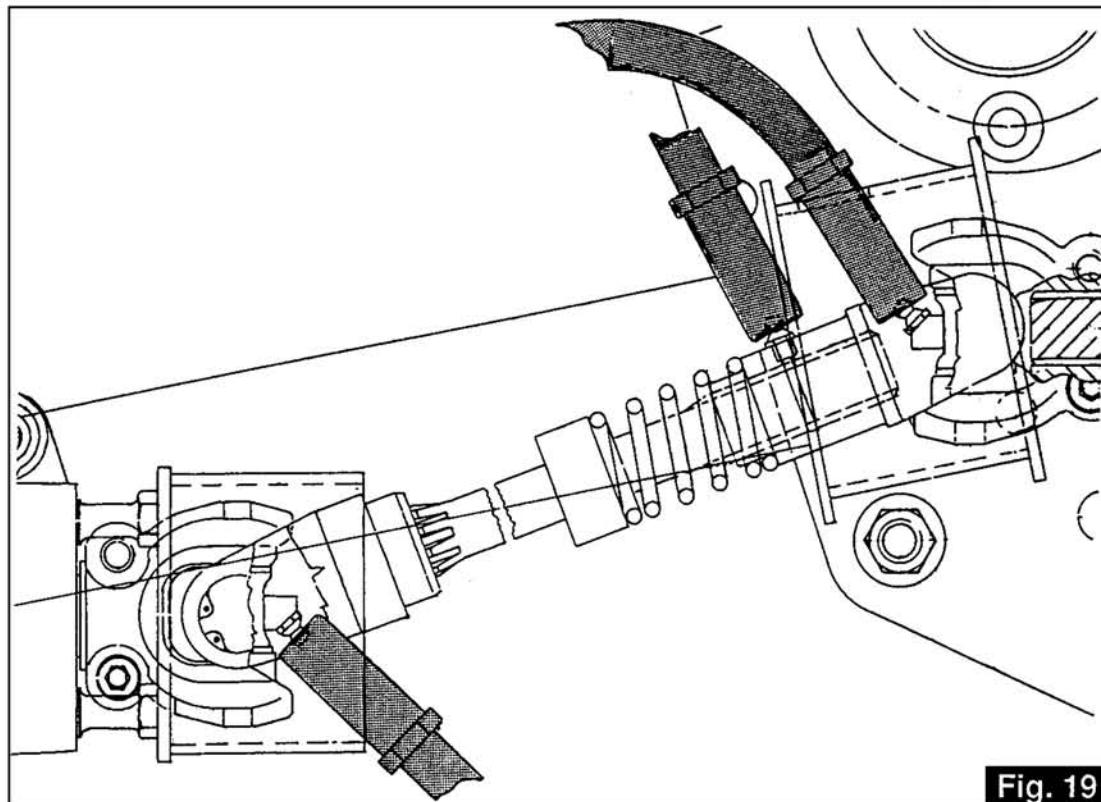

Fig. 19
4.5 LUBRIFICATION DE L'ARBRE DE TRANSMISSION (fig. 19)
4.5 SCHMIEREN DER HAUPTWELLE (Abb. 19)